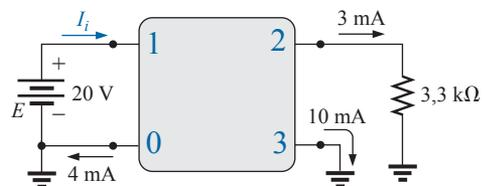

Figura 5.125 Problema 42.
- *42. Para o circuito integrado na Figura 5.125, determine $V_0, V_3, V_2, V_{23}, V_{12}$ e I_i .